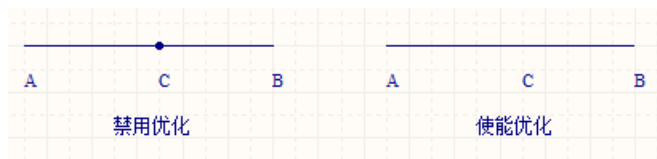

图 8-2 优化导线的效果
2) Optimize Wires & Buses（优化导线和总线）：当导线与导线或者总线与总线出现重叠部分时，优化算法会自动消除重叠部分。在图 8-2 中，如果先画 A 到 B 的导线，再画 B 到 C 的导线，C 位于 AB 导线上，此时 C 会表现为一个节点。使能该选项进行优化后，会删除掉重叠的 BC 段导线，C 处的节点会消失。图 8-2 演示了禁用该选项和使能该选项的效果。